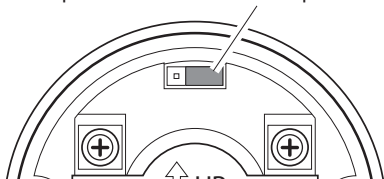

Figure 3 - Détermination de la position appropriée du commutateur (arrière du bouton-poussoir)
5. Si vous avez un carillon électronique, déplacez le commutateur à l'arrière du bouton-poussoir des deux broches de gauche vers les deux broches de droite (consultez la Figure 3). Appuyez sur le bouton-poussoir pour en faire de nouveau l'essai.